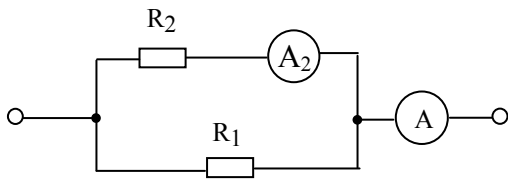

Рис.1.3.2.
1.3.2. Определить сопротивление  $R_2$  (рисунок 1.3.2), если амперметр  $A_2$  показывает 5 А, а амперметр  $A$  – 25 А, сопротивление  $R_1=3$  Ом.